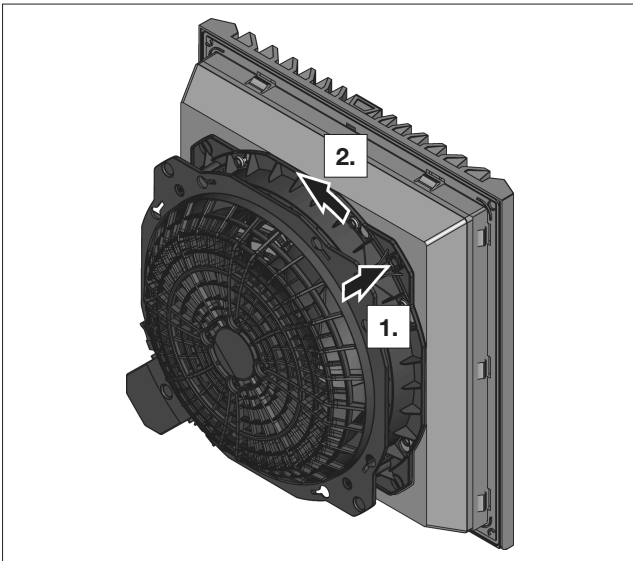

Bild 10: Upplåsning av bajonettlås
- Tryck på bajonettlåsets frigöringsknapp på fläktens baksida (se bild 10). Den sitter i anslutningsklämmans motsatta hörn.